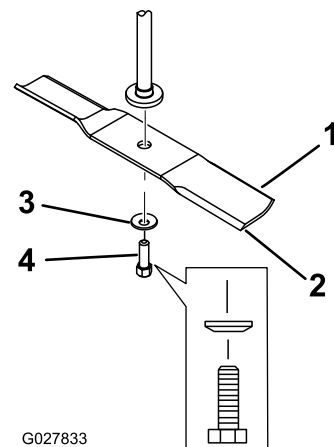

**Figura 60**
2. Togliete il rinforzo della lama (solo piatti da 81 cm), il bullone della lama, la rondella curva e la lama dall'asse del fusello (Figura 60 e Figura 61).